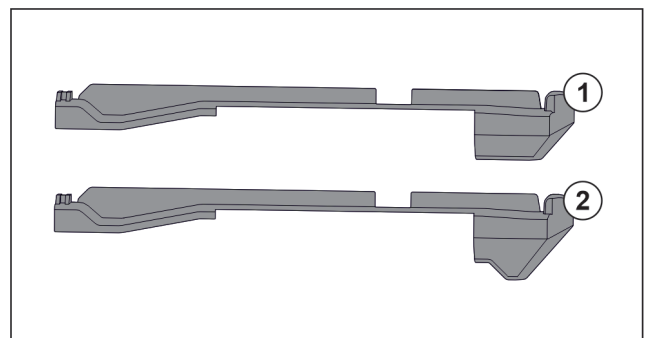

Fig. 150 A felhúzható elemek összehasonlítása
A készülékben két különböző felhúzható elem található. A legalsó fiók felett lévő felhúzható elemnek Fig. 150 (2) háromszögletű éle van. Minden más felhúzható elemnek Fig. 150 (1) egyenes éle van.
- ▶ A háromszögletű éllel rendelkező felhúzható elemet Fig. 150 (2) vigye a legalsó fiók fölé.
- ▶ Egyenes éllel rendelkező felhúzható elemet Fig. 150 (1) tegyen minden más helyre.